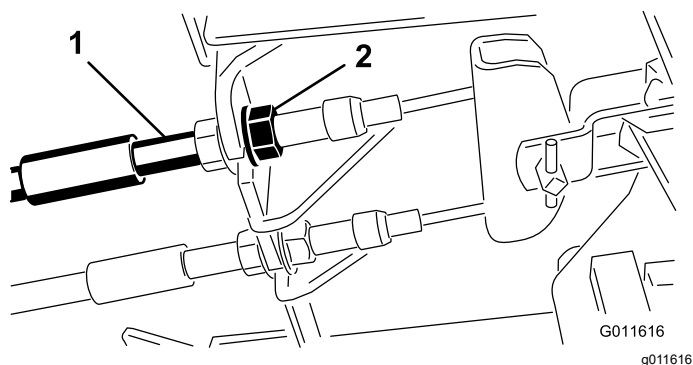

Bild 46
1. Ziehen Sie zum Reduzieren des Spiels der Bremspedale die Bremsen fester – lockern Sie dazu die vordere Mutter am Gewindeende des Bremszugs (Bild 46).